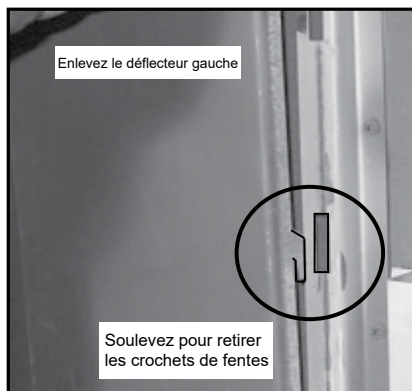

Figure 23.4
3. Retirez le déflecteur gauche, puis le déflecteur droit en tirant vers le haut, puis vers vous. Les déflecteurs de gauche et de droite ont des crochets et fentes similaires. **Figures 23.4 et 23.5.**